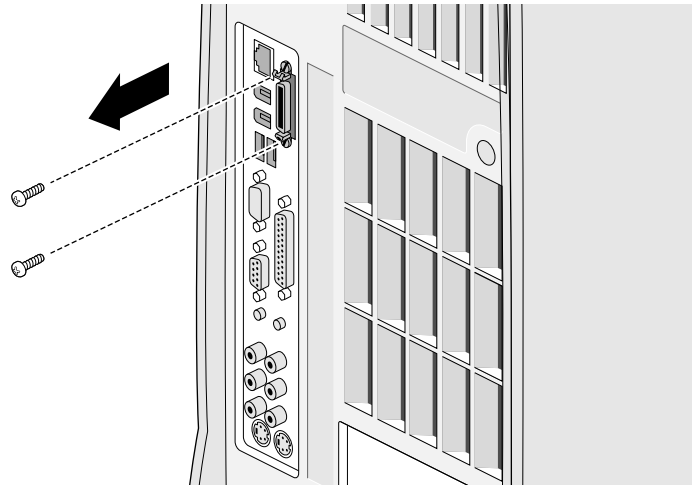

Figura 5-12 Removendo os parafusos do conector
7. Usando uma chave de fenda Phillips, solte os parafusos que fixam o conector da placa opcional ao sistema. Veja a Figura 5-12.